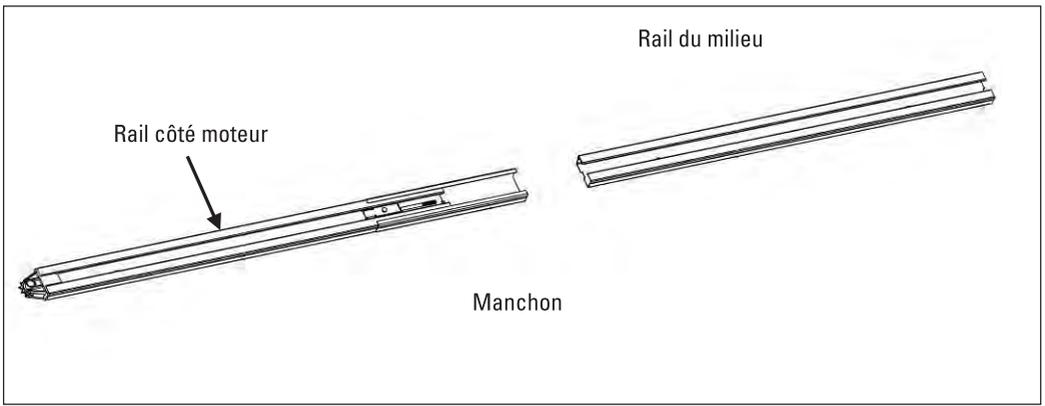

Fig.7
1. Comme sur la figure 7, faire glisser l'extrémité du rail dans le 1er manchon, faire de même avec le rail du milieu.